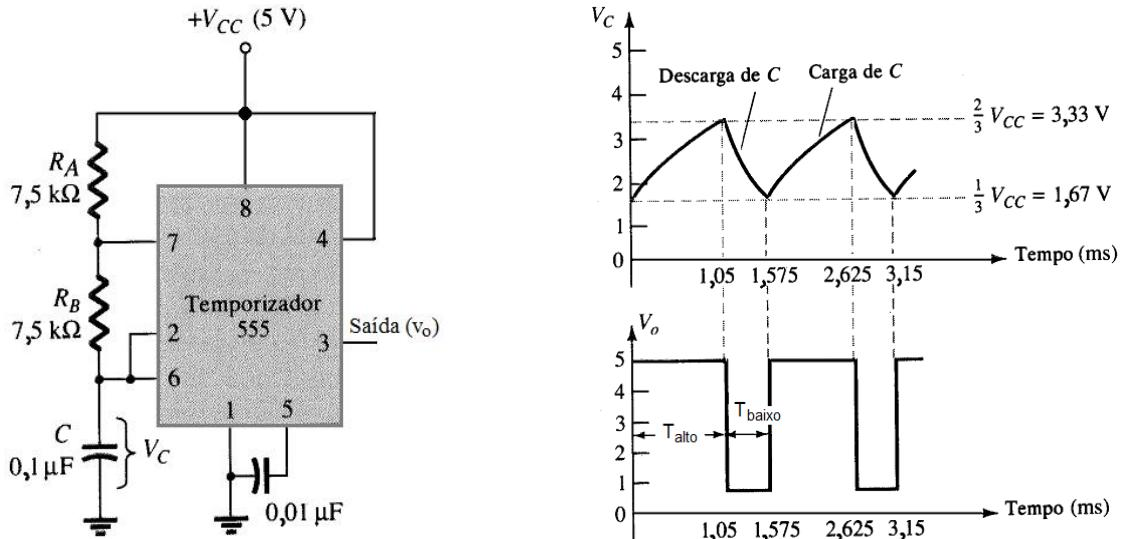

Figura 12 – Questão 15.
**Questão 15** – Para o circuito da Figura 12, cujas ondas são apresentadas com suas amplitudes indicadas, pede-se encontrar o período do sinal de saída e o ciclo de trabalho (*duty cycle*).